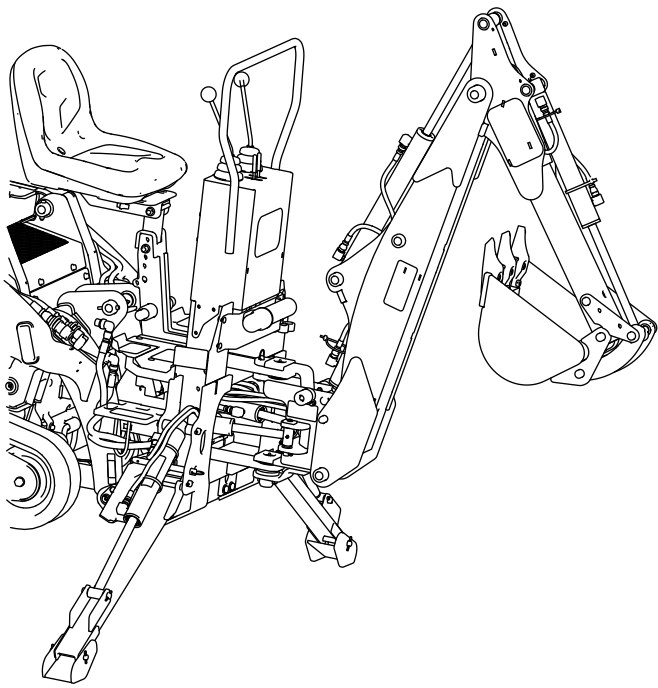

Bild 11
1. Heben Sie den Ausleger vollständig an, ziehen Sie den Baggerstiel ein und klappen Sie die Schaufel nach hinten (Bild 11). Achten Sie darauf, dass Sie die Löcher für den Sicherungsbolzen des Auslegers so weit wie möglich zentrieren.